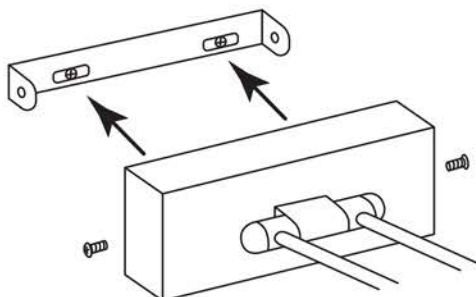

Рисунок 3. Установка светильника на монтажную планку
6.7. Закрепить светильник на монтажной планке (рисунок 3).